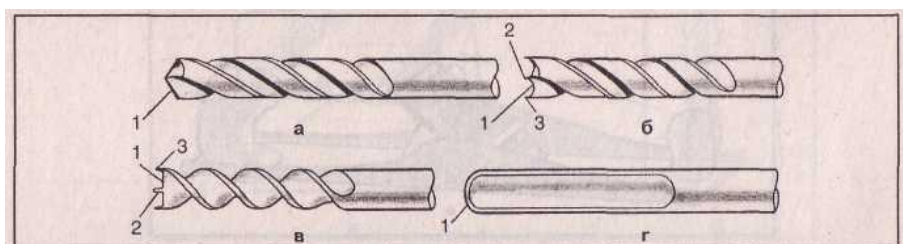

Рис. 29. Сверла:
*"спиральное; "центровое; "шнековое; "ложечное. (рис. 29.)*